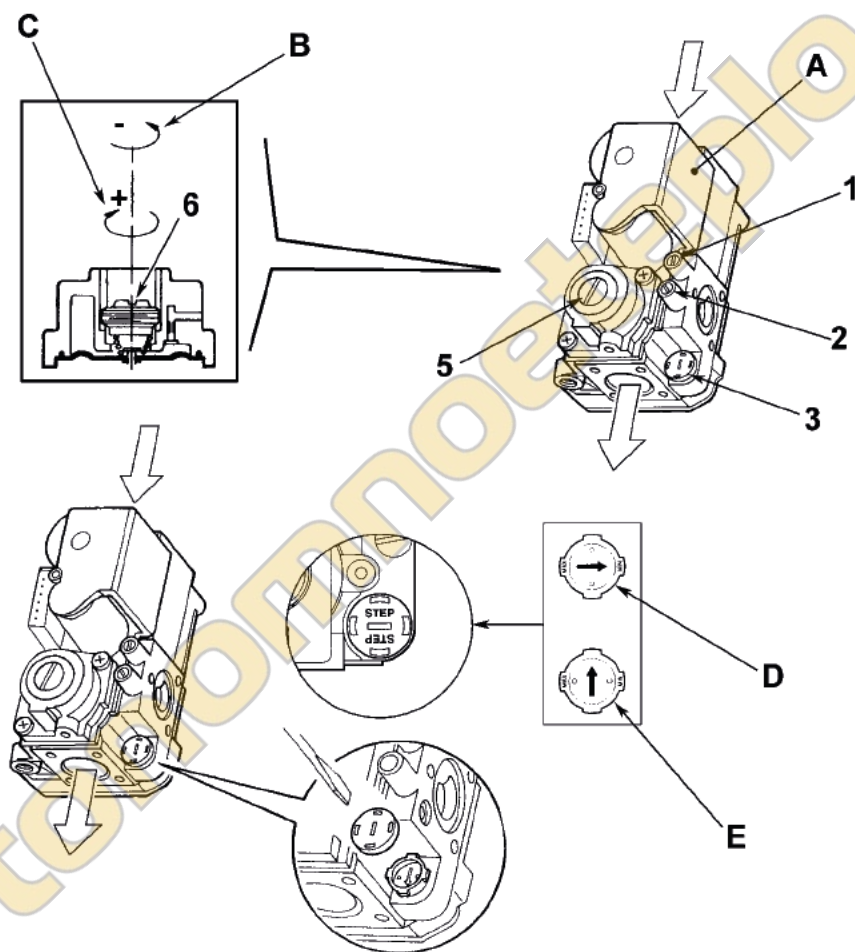

рис. 19 - Переналадка котла на другой вид газа
На котле PEGASUS D K 130 можно регулировать тепловую производительность топки и, следовательно, тепловую мощность, передаваемую воде системы отопления; это делается исключительно путем регулировки основной горелки с помощью газового вентиля (см. рис. 19). На графиках, приведенных в параграфе сар. 4.2 "Сопротивление системы", показано изменение передаваемой воде тепловой мощности в зависимости от изменения рабочего давления горелки. Возможность приведения мощности котла в соответствие с реальными потребностями отопления означает, прежде всего, снижение потерь и экономию топлива. Кроме того, при регулировке мощности, регламентированной также стандартом, котлы сохраняют значения КПД и характеристики сгорания почти без изменений.
1. С помощью небольшой отвертки снимите защитный колпак 5 вторичного привода газового вентиля рис. 19.
2. Подключите манометр к клемме давления 2 ( рис. 19), расположенного после газового вентиля, затем переведите ручку термостата котла на максимум.
3. Регулируйте давление с помощью винта 6 ( рис. 19) на желаемое значение, руководствуясь диаграммами, приведенными в параграфе сар. 4.2 "Сопротивление системы".
2. Снимите с газового вентиля маленький защитный колпачок 5 ( рис. 19). С помощью маленькой отвертки регулируйте "СТУПЕНЬ" розжига на основании выбранного для работы газа (G20 или G31); установите защитный колпачок на место.
- Спустите воздух из газопроводных труб через штуцер отбора давления 1 газового вентиля (рис. 19).